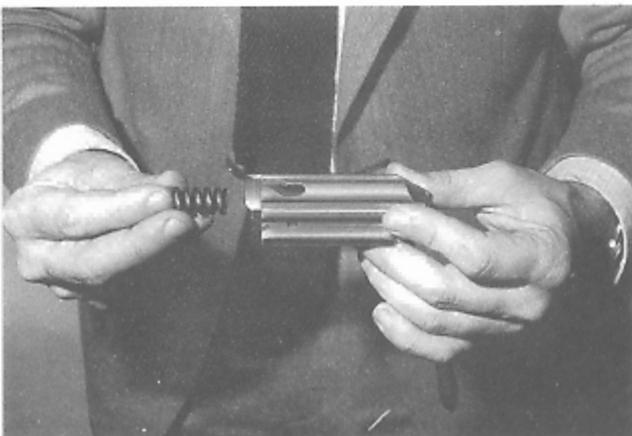

Fig. 33
- 12) Togliere la molla di rinculo otturatore dalla sua sede (fig. 33).
- 12) Remove the inertia spring from its seat in the bolt (fig. 33).
- 12) Retirer de son siège le ressort de recul de l'obturateur (fig. 33).